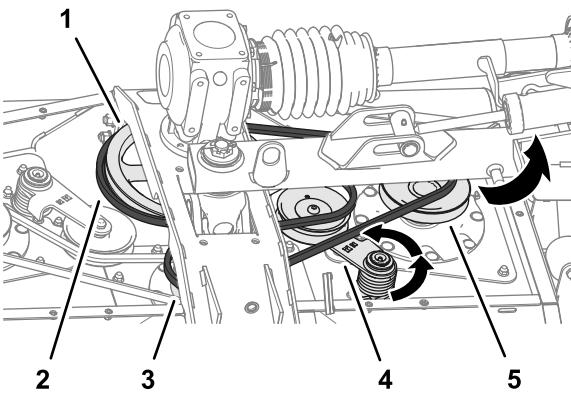

Figura 65
2. Utilizzate una barra di interruzione o un utensile simile per ruotare il tendicinghia per la cinghia lunga in senso antiorario e fate scorrere la cinghia via dalla puleggia tendicinghia (Figura 65).
3. Fate scorrere la cinghia lunga via dalla puleggia motrice, dalla puleggia del mandrino centrale e dalla puleggia del mandrino di destra (Figura 65).